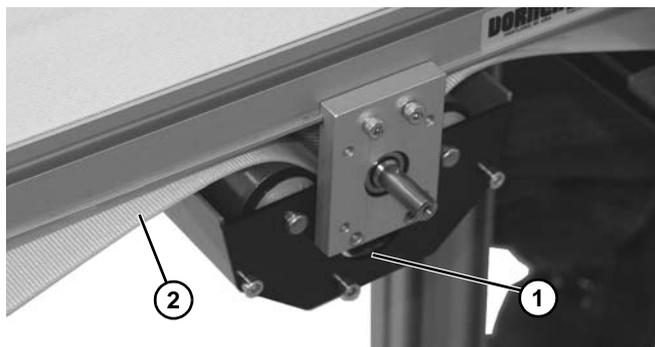

Figure 73
- Descendre et retirer le module d'entraînement médian (**Figure 73, élément 1**) de la bande (**Figure 73, élément 2**).